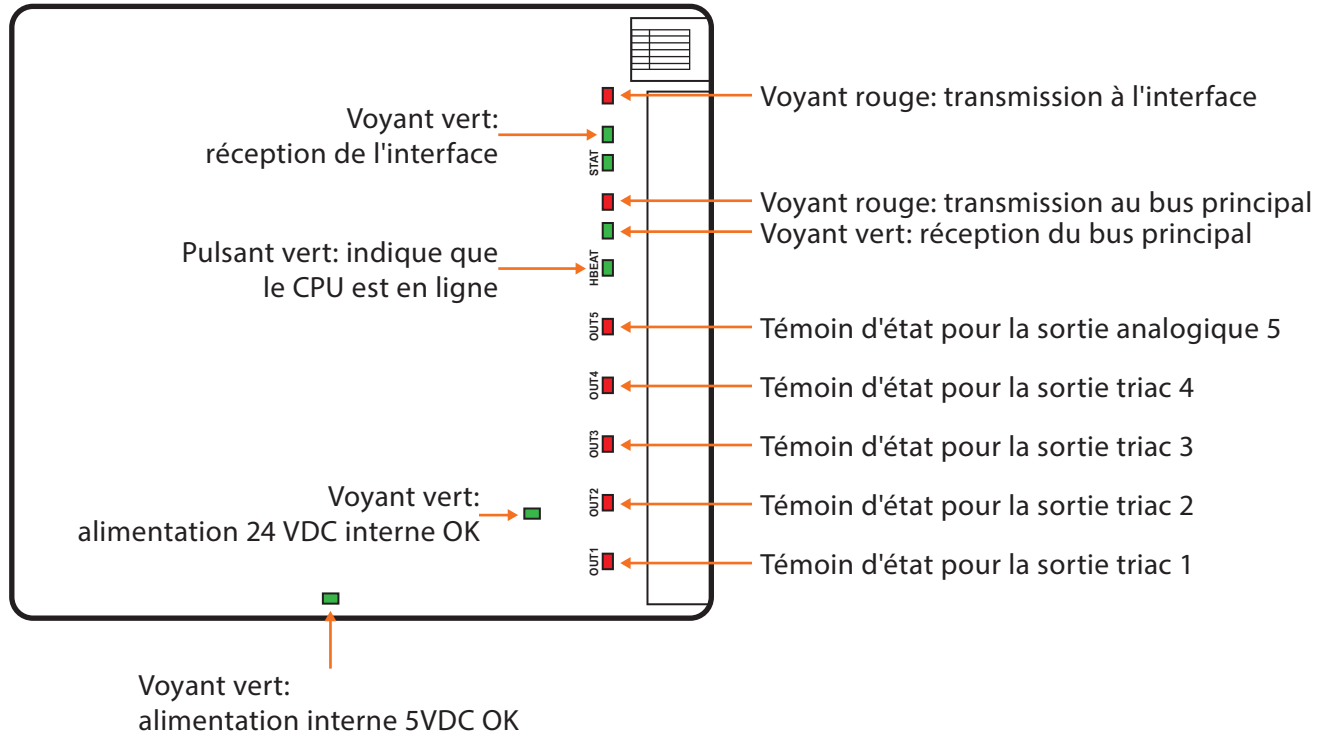

Figure 2 - Identification des témoins lumineux
- Figure 2 - Identification des témoi